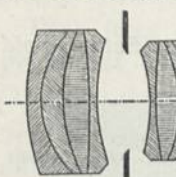

Abb. 62.
**Doppel-Protar-Typ** (Abb. 62):